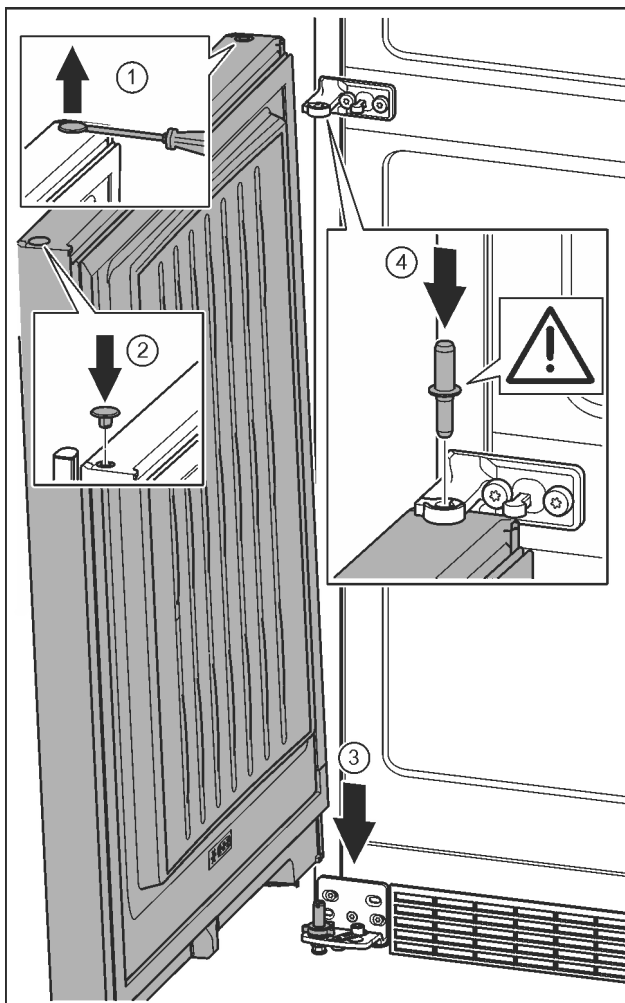

Fig. 38
- ▶ Stopfen vorsichtig mit einem Schlitzschraubendreher anheben und herausziehen. Fig. 38 (1)
- ▶ Stopfen auf der anderen Türseite wieder einsetzen. Fig. 38 (2)
- ▶ Tür von oben auf den unteren Lagerbolzen aufsetzen. Fig. 38 (3)
- ▶ Lagerbolzen Mitte durch Lagerbock Mitte in die untere Tür einsetzen. Dabei darauf achten, dass der Rastnocken nach hinten zeigt. Fig. 38 (4)